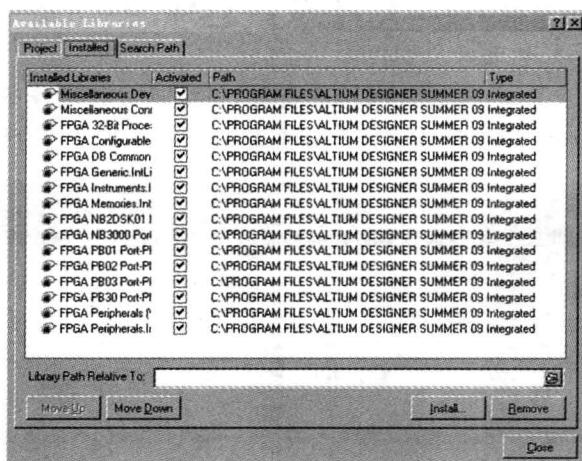

图 1.4 安装零件库对话框
(1) 在零件库面板上方按 **Libraries** 钮，开启图 1.4 所示的对话框。